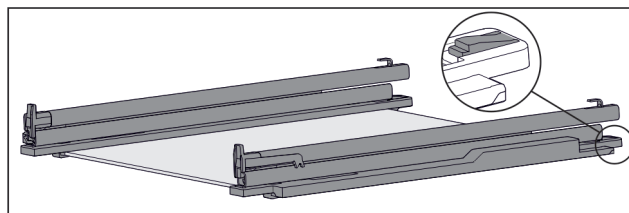

Fig. 126 Płyta szklana z szynami i elementami mocującymi
- ▶ Docisnąć element mocujący z tyłu do dołu (patrz Fig. 126) i jednocześnie wsunąć szynę do tyłu.